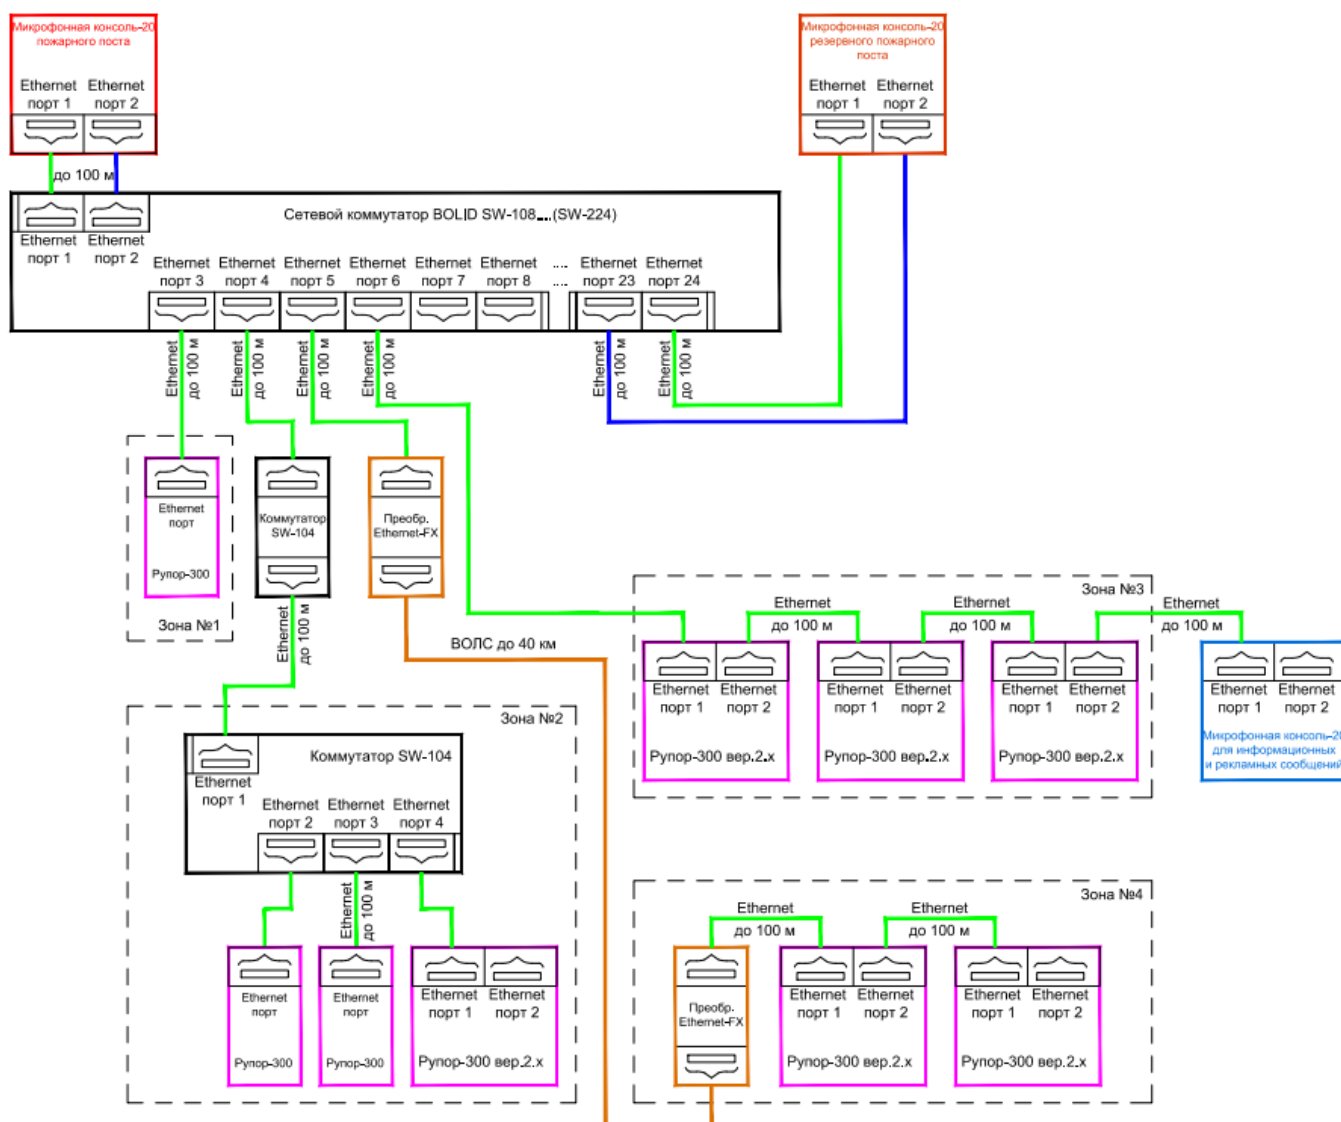
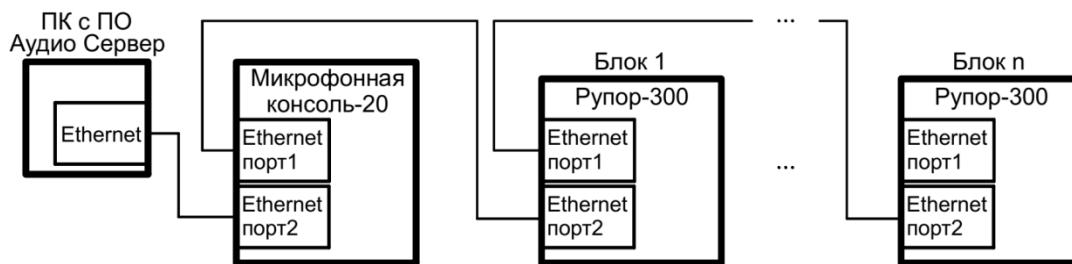

Рисунок 2.2.4. Схема подключения интерфейсов Ethernet с функцией резервирования.
Рисунок 2.2.5. Схема подключения интерфейсов Ethernet без функции резервирования.
5) К разъему Ethernet подключить кабель Ethernet (для связи с блоками речевого оповещения «Рупор-300» и использования ПО «Аудио сервер»). Второй разъем Ethernet используется для резервирования канала передачи и дублирует функции первого. Вариант такого подключения приведен далее (Рисунок 2.2.4). Если резервирование не требуется, второй интерфейс допускается не использовать. При этом возможно построение локальной сети без использования дополнительного сетевого оборудования (Рисунок 2.2.5).
Здесь настраивается режим резервирования канала передачи по локальной вычислительной сети Ethernet (ЛВС), позволяющий увеличить отказоустойчивость соединения. При использовании резервирования консоль и блоки «Рупор-300» должны подключаться соответствующим образом (Рисунок 2.2.4).